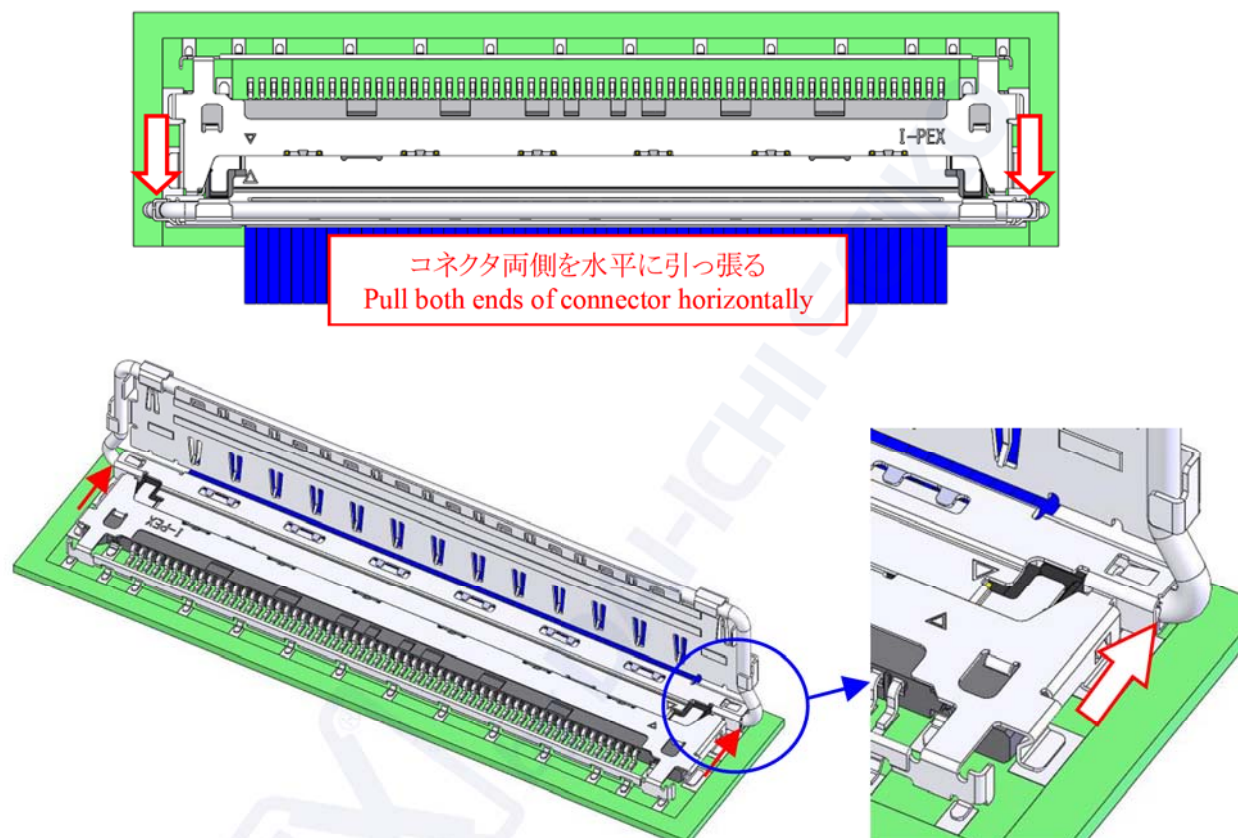

図 14 (Fig.14)
- ② 図 14 の様に、プラグコネクタの両側を水平に引っ張り、抜去を行う。
As shown in Fig.14, hold both ends of the Plug connector and withdrawal it parallel.